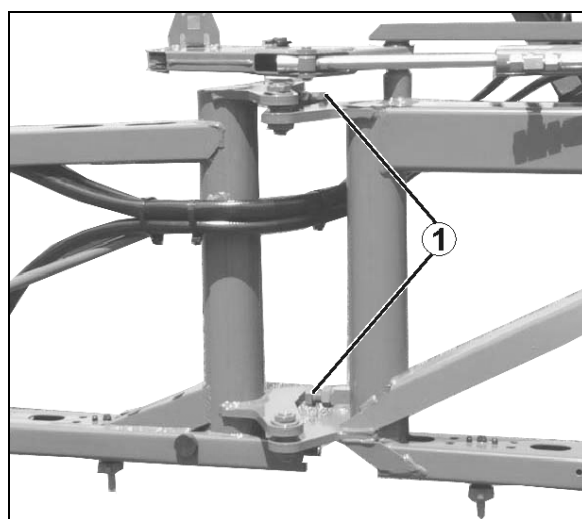

Рис. 171
1. Проверьте, виден ли уровень масла на маркировке (Рис. 171/1) при неработающем и находящемся в горизонтальном положении насосе
2. Снимите крышку (Рис. 171/2) и долейте масло, если на маркировке (Рис. 171/1) не виден уровень масла.
2. Снимите крышку (Рис. 171/2).
5. Вращайте приводной вал попеременно влево и вправо и медленно заливайте новое масло. Достаточное количество масла залито, когда масло становится видно на маркировке (Рис. 171/1).